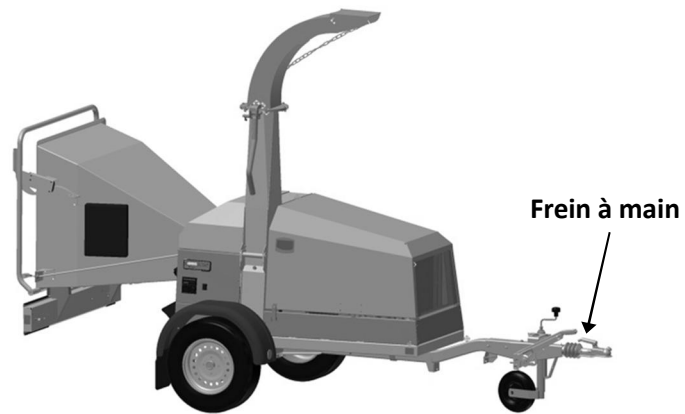

Figure 6 - Frein à main TP 175 MOBILE
- La machine doit être placée sur une surface stable et plane pendant son utilisation, et doit toujours être garée en toute sécurité (voir Figure 6).